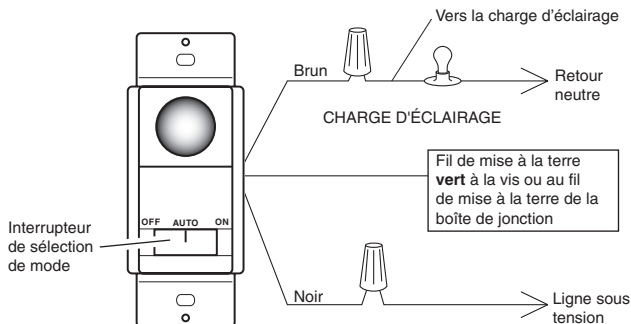

Figure 3 - Raccordement des fils du détecteur
2. Raccorder les fils du détecteur comme illustré à la figure 3. Avant d'installer le détecteur dans la boîte de jonction, **s'assurer qu'aucun fil ne soit exposé à chaque connexion.**